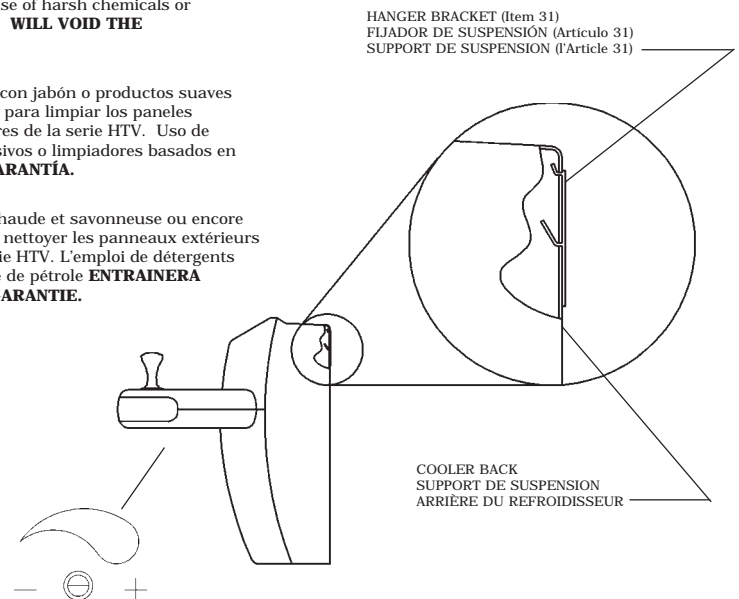

Fig. 3
- 1) Remove hanger bracket fastened to back of each cooler by removing one (1) screw.
- 2) Mount the hanger brackets as shown in Fig. 2 & Fig 3.
- 3) Hang the coolers on the hanger brackets. Be certain the hanger bracket is engaged properly in the slots on the cooler back as shown in Figure 3.
- 9) Stream height is factory set at 35 PSI. If supply pressure varies greatly from this, adjust screw located under dispenser bottom (Item 36). See Fig. 3. CW adjustment will raise stream and CCW adjustment will lower stream. For best adjustment, stream should be 1 1/2" above bubbler hood. (See Fig. 9)
- 1) Quita gancho paréntesis abrochó para apoyar de más fresco quitando uno (1) tornillo.
- 2) Monta el paréntesis de gancho como mostrado en la Fig 2. & Fig 3.
- 9) La altura de la corriente es el conjunto de la fábrica en 35 PSI. Si la presión del suministro varía magníficamente de esto, ajusta el tornillo localizado bajo el fondo de dispenser (Artículo 36). Vea Fig. 3. El ajuste de CW levantará la corriente y el ajuste de CCW bajará la corriente. Para mejor ajuste, la corriente debe ser 1 1/2" encima de capucha de bubbler. (Vea Fig. 9)
- 1) Enlève le crochet de cintre attaché pour soutenir de plus frais en enlevant celui (1) la vis.
- 2) Monter le crochet de cintre selon la Figure 3.
- 3) Accrochez le refroidisseur au support de suspension. Vérifiez que le support de suspension est correctement inséré dans les fentes situées au dos du refroidisseur comme indiqué sur la Figure 3.
- 9) La hauteur de ruisseau est la série d'usine à 35 PSI. Si la pression de provision varie fort de ceci, ajuster la vis localisée sous le fond de distributeur (l'Article 36). Voir la fig. 3. L'ajustement de CW élèvera l'ajustement de ruisseau et CCW abaissera le ruisseau. Pour le meilleur ajustement, le ruisseau devrait être 1 1/2" au dessus du capuchon de bubbler. (Voir la fig. 9)